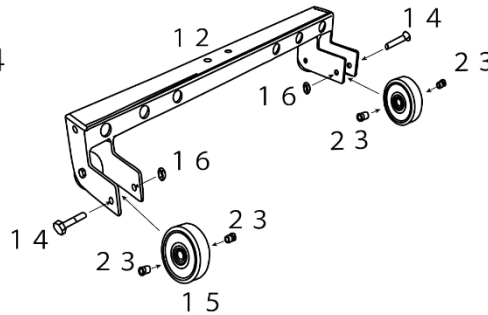

図2
- ② 15, ホイール (大) の両側に23, カラーを取り付け、12, ベースフレームの両端に14, ボルト (中) と16, ゆるみ止めナットを使用して取り付けてください (図2参照)。